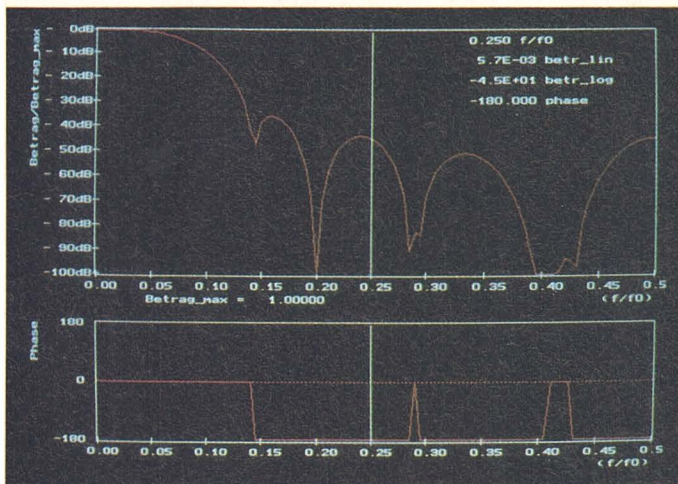

Bild 4.
Das Verhältnis des Frequenzgangs (9) und (10) zum idealen Frequenzgang (8), mit e_T und e_S bezeichnet, erfasst die Abweichungen dieser zwei Integratoren und ist in Bild 4 für $0 < f/f_0 < 0,5$ aufgetragen. Man erkennt, daß beide Gleichungen bei tiefen Frequenzen ideale Integratoren darstellen. Bei Frequenzen nahe der Abtastfrequenz treten jedoch deutliche Verschiebungen auf: die Simpsonregel neigt zur Überschätzung, die Trapezregel zur Unterbetonung.